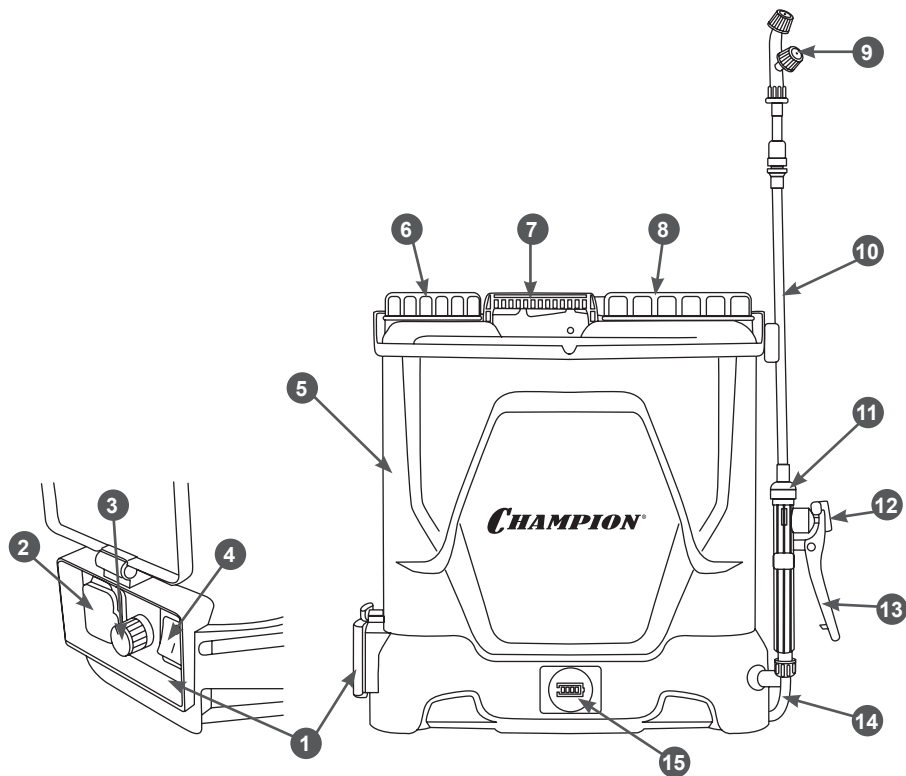
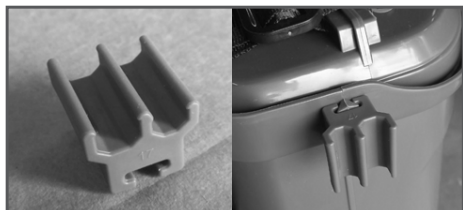

Рис. 1. Основные узлы и органы управления опрыскивателей SA10, SA10K, SA10L
Рис. 3. Установка кронштейна телескопической трубки
Опрыскиватель аккумуляторный поступает практически в собранном состоянии. Для окончательной сборки необходимо извлечь опрыскиватель из коробки, в соответствии с Рис. 1 установить телескопическую трубку и необходимую форсунку, а также установить кронштейн телескопической трубки как это показано на Рис. 3.
3. Для установки требуемого давления (от минимального до максимального) переведите электрический выключатель в положение «О», затем нажмите на рычаг управления клапаном подачи на рукоятке управления. Поверните регулятор давления 3 (Рис. 1) по часовой стрелке и, вращая регулятор, установите требуемое давление.